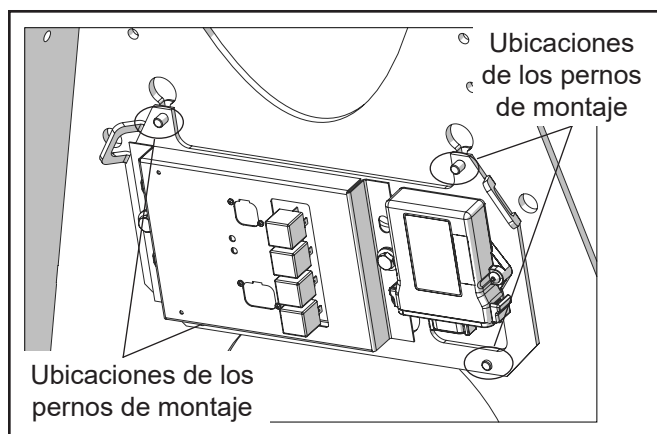
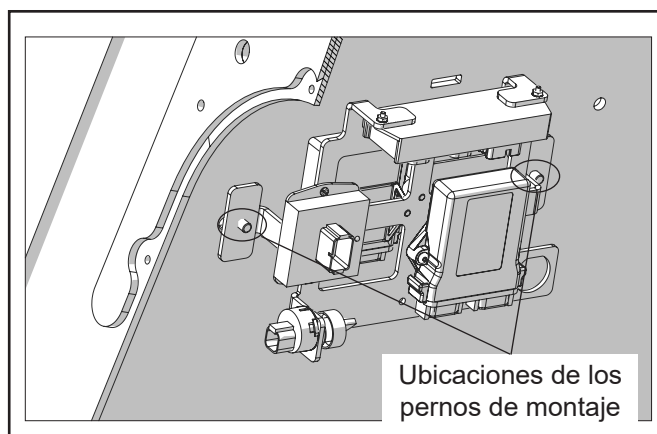

Figura 4 —
Figura 5 —
5. Retire el soporte de la placa de mando, número de parte 970062302 para los modelos DM/DC (consulte la Figura 4) o número de parte 991173267 para los modelos DM-E (consulte la Figura 5) de la placa lateral.